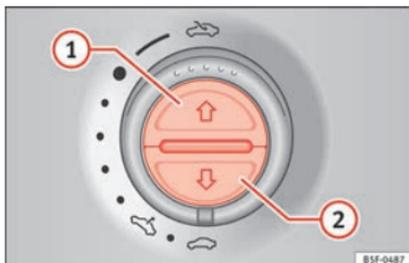

Fig. 137 Nel rivestimento interno del tetto: tasti della tendina parasole.
Aprire completamente (funzione automatica)	Premere brevemente il tasto » fig. 137 ①.
- L'interruttore deve trovarsi sulla posizione di "chiuso" » » pag. 14 ①.
- *Tettuccio panoramico scorrevole:* Nei 5 secondi successivi all'attivazione del limitatore di forza, mantenere tirato indietro il comando » » pag. 14 (freccia ⑤) finché il tettuccio scorrevole panoramico non è completamente chiuso.
- *Tendina parasole:* Per i 5 secondi seguenti dopo l'attivazione del limitatore di forza, premere il tasto » » fig. 137 ② finché la tendina non sarà completamente chiusa.